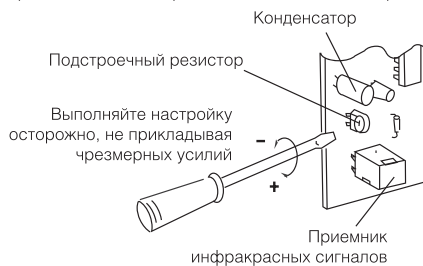

Рисунок 7
- Чувствительность инфракрасного датчика можно отрегулировать в соответствии с положением и условиями эксплуатации сушилки. На заводе-изготовителе инфракрасный датчик настраивается на максимальную чувствительность. Если прибор не включается или работает продолжительное время после того, как Вы убрали руки, настройте инфракрасный датчик, поворачивая подстроечный резистор при помощи отвертки, как показано на рис. 7.